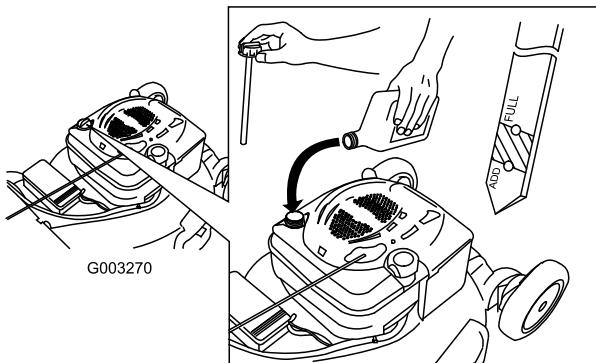

Figura 6
1. Retire la varilla (Figura 6).
2. Vierta lentamente aceite en el tubo de llenado hasta que el nivel llegue a la marca "Full" (lleno) de la varilla (Figura 6). **No llene demasiado.** (Capacidad máxima: 0,59 l (20 onzas), tipo: SAE 30, aceite detergente con clasificación de servicio API SF, SG, SH, SJ, SL o superior.)